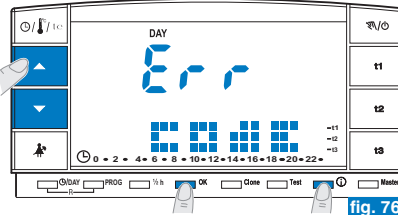

fig. 76
- ⓘ - Si vous avez inséré un mauvais mot de passe, l'écran affichera l'inscription **Err** (fig. 76).